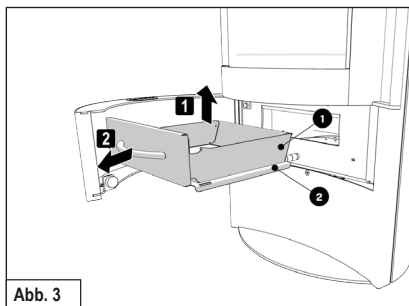

Abb. 3
- ▶ Ziehen Sie den Aschebehälter (1) am Griff mit dem Deckel (2) heraus (Abb. 3).